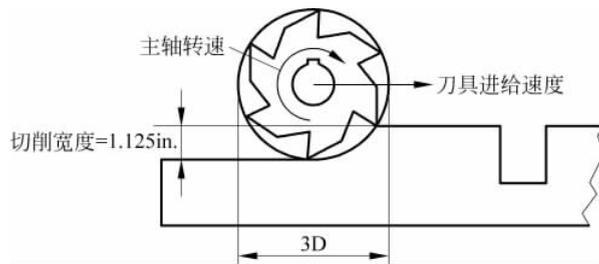

图 3.29 刀具进给速度、切削宽度和切削厚度
**例 3.2** 如图 3.29 所示,用一把直径为 3in. 的五齿立铣刀沿着进给方向切削到台肩位置,切削宽度为 1.125in.。每齿进给量为 0.006in./t,主轴转速为 400r/min。试确定合适的进给速度,使得切削厚度达到 0.008in.。